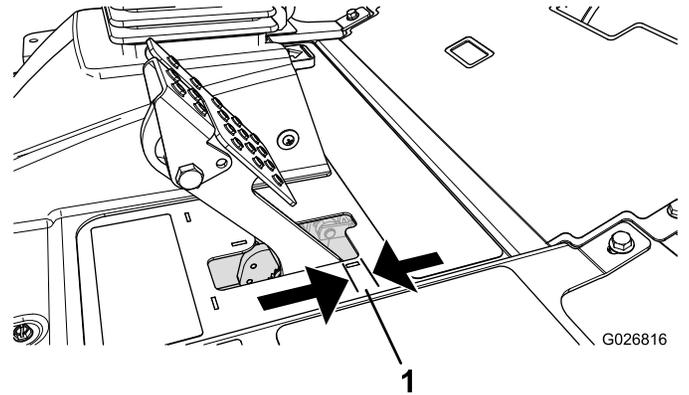

図 68
ブレーキペダルの「遊び」図 68が 25 mm 以上となったり、強く踏み込まないとブレーキの効きが悪いと感じられるようになったら、調整を行ってください。遊びとは、ブレーキペダルを踏み込んでから抵抗を感じるまでのペダルの行きしろを言います。
2. 図 68後ナットを締めてケーブルを後方に移動させて、ホイールがロックする前のブレーキペダルの遊びが 6.3-12.7 mm なるように調整する。